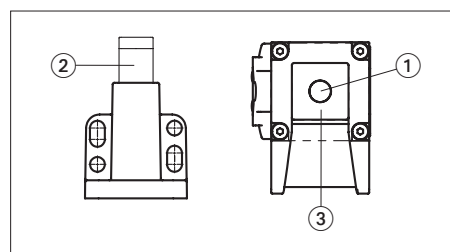

Figure 1 : Tête de lecture et actionneur
La tête de lecture comporte un poussoir (1) qui soulève l'actionneur par-dessus le bord de la cavité lors du déblocage (voir *Figure 1*). L'élément d'actionnement (ici un actionneur) possède un doigt de verrouillage à ressort (2), dans lequel est logé un transpondeur. L'interverrouillage est actif lorsque le poussoir est rentré et lorsque le doigt de verrouillage se trouve dans la cavité (3) de la tête de lecture.